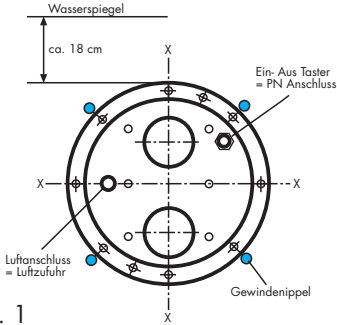

Abb. 1
Der Einbausatz ist 180 mm unter dem Wasserspiegel zu befestigen (Abb.1). Die 4 Gewin-
Fetten Sie nun den O-Ring der Düsenblende gut ein und stecken Sie unter Rücksichtnahme auf die Verbindungsschläuche diesen in die vorgesehene Rohrführung des Pumpenflansches (9). Die Düsenblende wird nun mittels der Schrauben (17) an den Gewindemuffennippel  (Abb. 1) befestigt.